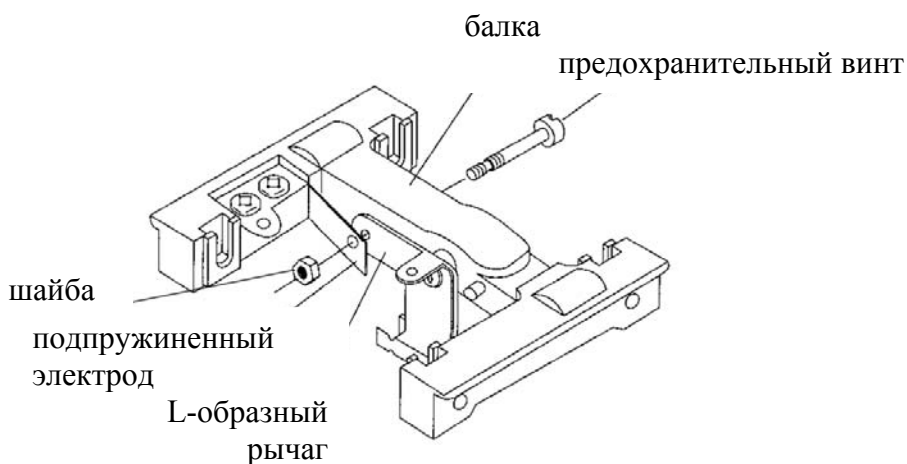

Рис.6
**[3] Замена предохранительного винта (см. рис.6)